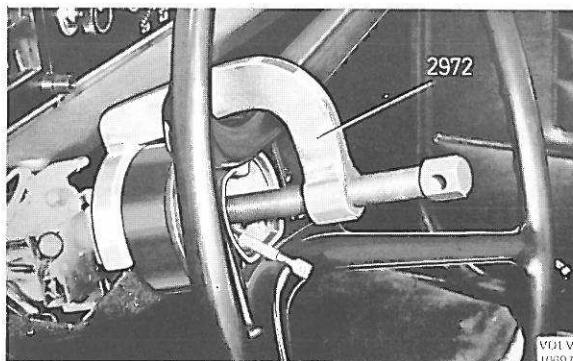

Figure 52. Démontage du volant
4. Avec les roues avant alignées, adapter l'extracteur 2972 comme indiqué sur la figure 52 et démonter le volant.